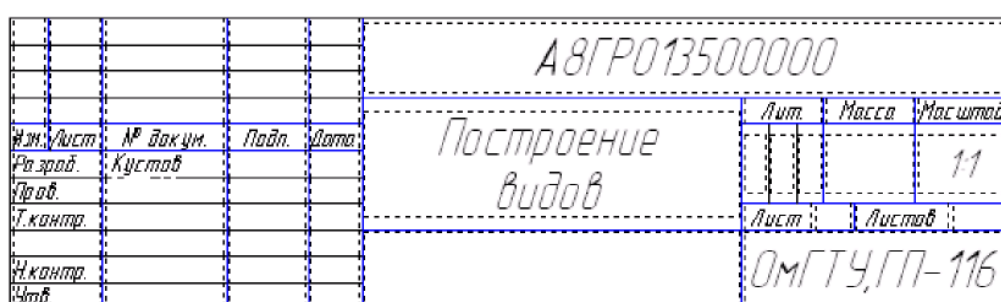

Рис. 1.27. – Основная надпись в процессе ее заполнения
- 1) дважды щелкнуть левой клавишей мыши на поле основной надписи и она примет вид, показанный на рис. 1.27;